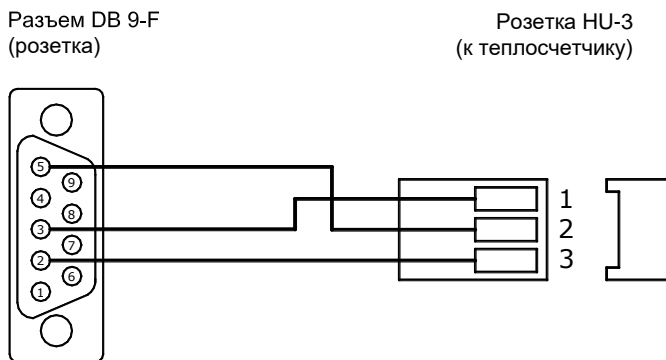

Рис. 7.9
7.6.12 Для прямого соединения теплосчетчик - ПК следует использовать кабель, изображенный на рис. 7.9.